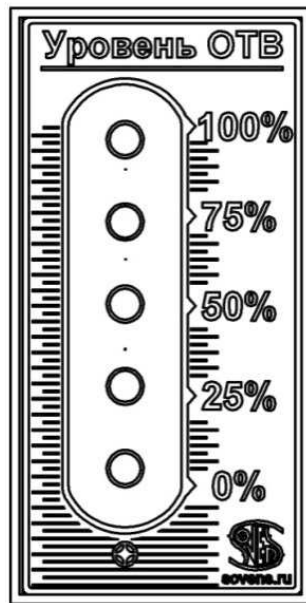

Рисунок 3.3
3.2.2 На лицевой панели прибора (рисунок 3.3) располагаются пять светодиодных индикаторов, сигнализирующих постоянной засветкой о срабатывании датчиков соответствующих уровней. Индикаторы закрыты защитной рассеивающей линзой, увеличивающей угол обзора в горизонтальной плоскости.